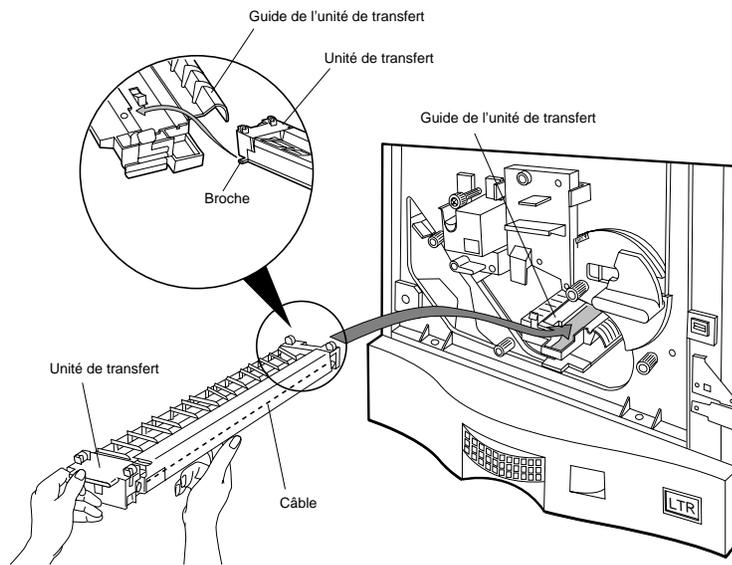

Figure 5-7 Extraction de l'unité de transfert
3. Poussez sur l'unité de transfert vers l'avant et le vers haut pour la désengager de son guide, comme indiqué à la Figure 5-7.